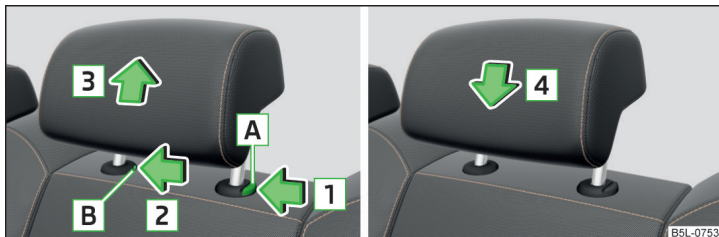

Fig. 66 Tetiera centrală din spate: demontarea/montarea
- ▶ Apăsați tasta de siguranță **A** în sensul săgeții **1** » fig. 66, în același timp, cu o șurubelniță plată cu lățimea de maxim 5 mm, apăsați tasta de siguranță în deschiderea **B**, în sensul săgeții **2**.